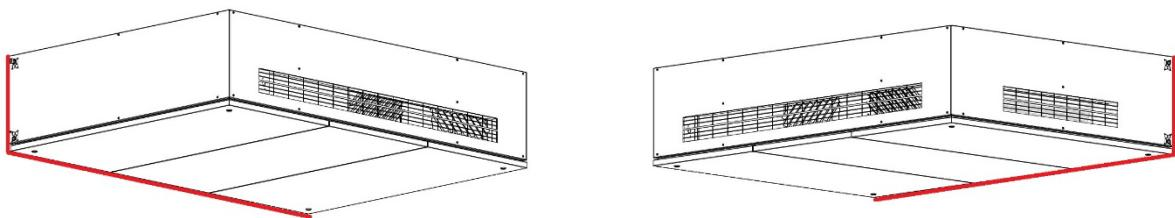

Abbildung 31: Abdichten der Fugen rund um das Gerät
2. Tragen Sie Dichtungsmittel auf die Innenkanten auf, siehe Abbildung 31 unten.
Wenn der Ablaufschlauch an ein Abwasserrohr angeschlossen ist, empfehlen wir den Einbau eines Siphons, der unangenehme Gerüche aus dem Abwassersystem abhält, siehe Abbildung 31.